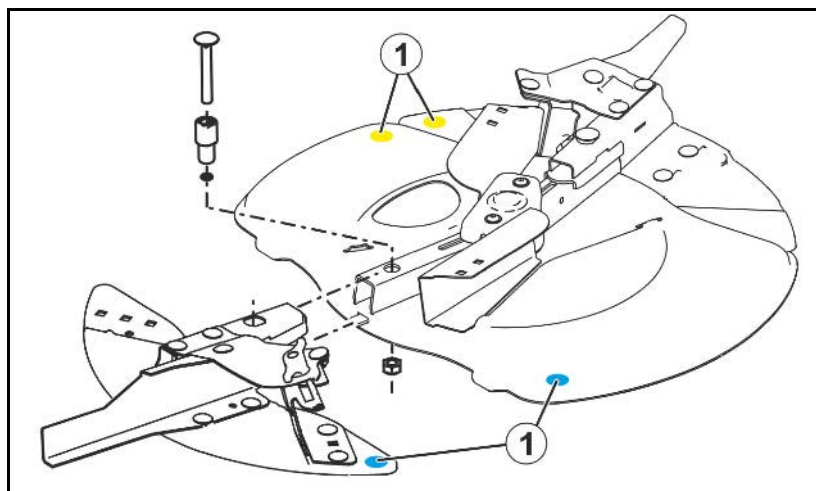

Рис. 35
1. Откройте фиксатор (Рис. 35/1).
2. Найдите значение позиции системы впуска на шкале (Рис. 35/2).
3. Установите кант (Рис. 35/3) регулировочного рычага (Рис. 35/4) на значение шкалы.